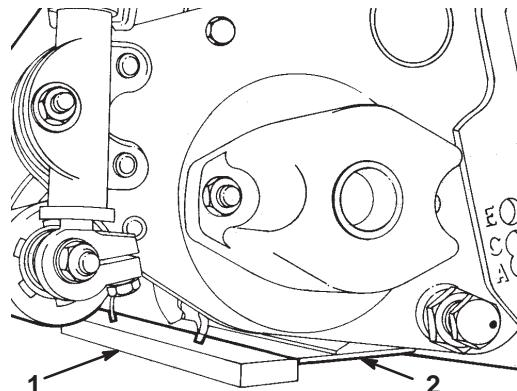

**Bild 4**
- Wenn Sie die Schrauben in die richtige Schnitthöhenlochposition gesetzt haben, montieren Sie die flachen Scheiben und Muttern und ziehen Sie die Kopfschrauben an der rechten hinteren Rollenhalterung fest (Bild 4).